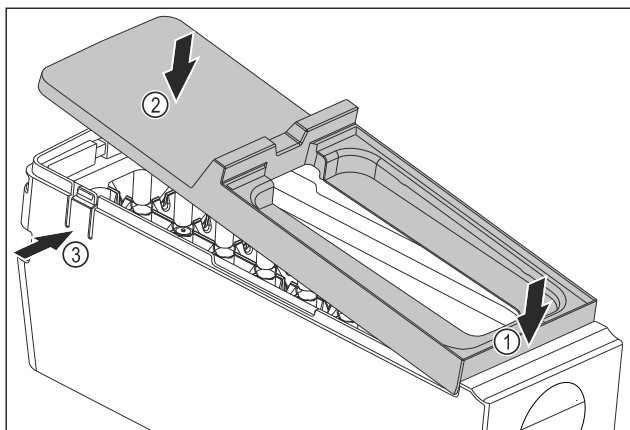

Fig. 191
- ▶ Montáž krytu korpusu EasyTwist-Ice: Nasadte kryt na přední stranu. Fig. 191 (1)
- ▶ Spusťte kryt vzadu dolů. Fig. 191 (2)
- ▶ Kryt slyšitelně zaklapne v obou lamelách Fig. 191 (3).